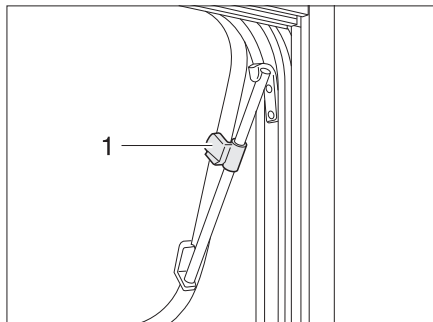

Fig. 68 Fenêtre projetante avec bras pivotants, ouverte
- Ouvrir la fenêtre projetante jusqu'à la position désirée et la bloquer avec la molette (Fig. 68,1).
- Tourner la molette (Fig. 68,1) jusqu'à ce que le dispositif de blocage soit libéré.